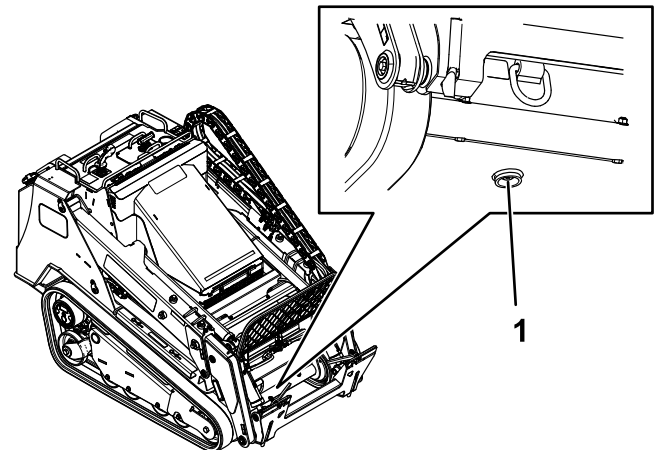

Figure 85
6. Placer un grand bac de vidange (d'au moins 57 litres [15 gallons US] de capacité) sous le bouchon de vidange à l'avant de la machine (Figure 85).
7. Retirez le bouchon de vidange pour permettre à l'huile de s'écouler dans le bac de vidange (Figure 85).